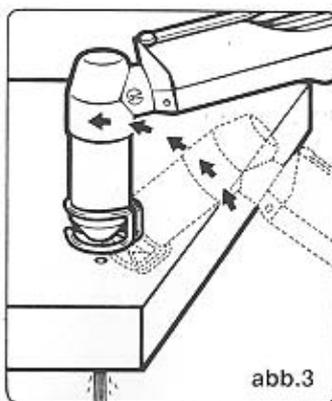

abb.3
- bei Handbetrieb (siehe Abb. 3) den Brenner in schraeger Stellung halten und ihn langsam in senkrechte Stellung bringen, sodass das fluessige Metall nicht auf die Duese gespritzt wird.